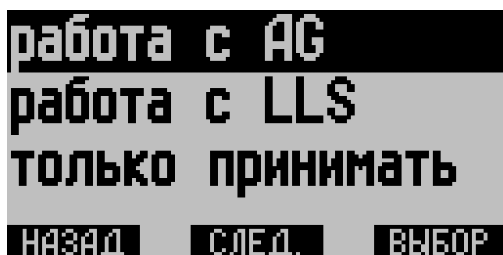

Рис.34. Управление входом.
- Система автоматически найдет новое оборудование (Рис.34).